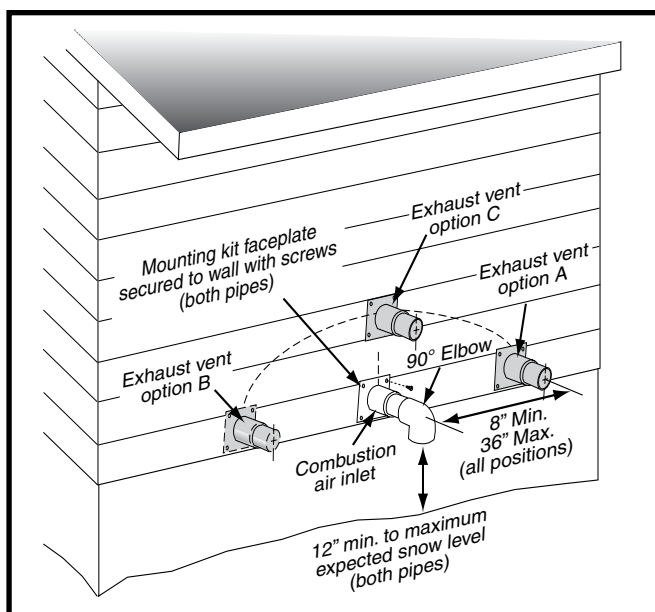
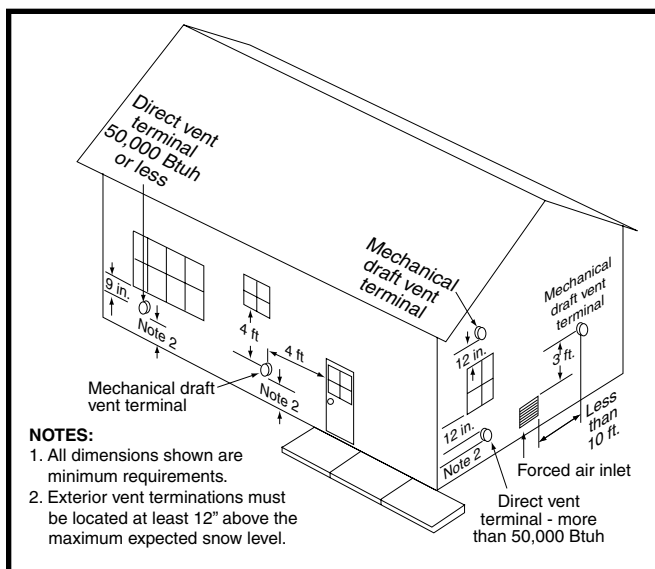
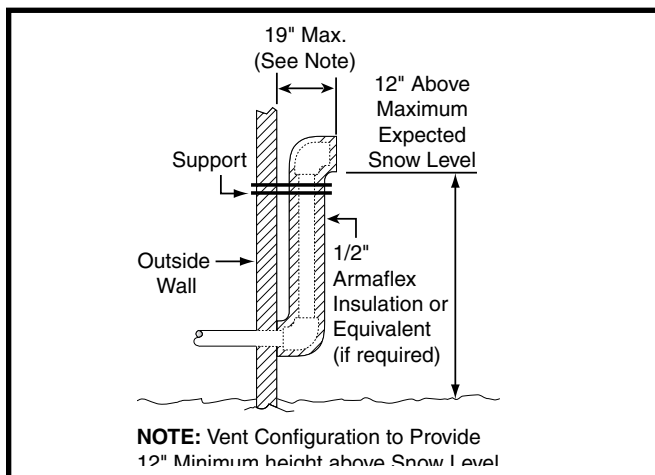
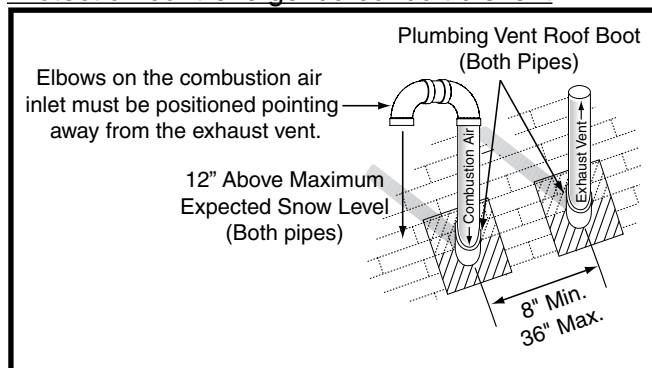

Figure 1. Dégagements du conduit d'admission et du conduit d'évacuation
Figure 2. Emplacements de l'évent
Figure 3. Autre installation d'un conduit d'évent horizontal
Figure 4. Terminaison d'évent vertical
- Si on utilise un système à 2 tuyaux, l'admission d'air de combustion et l'évacuation doivent être situées dans la même zone de pression atmosphérique. Cela signifie que les deux conduits doivent sortir du bâtiment par la même section de mur extérieur ou de toit, comme indiqué aux Figure 1, Figure 2, et Figure 4 (page 9) et Figure 29 (page 38).
- Les terminaisons d'évent et d'admission d'air de combustion doivent être installées comme indiqué aux Figure 1, Figure 2, Figure 3, et Figure 4, et conformément à ces directives :
- Tous les dégagements minimaux (Figure 2) doivent être
- Lorsque le conduit d'évent doit sortir par un mur extérieur à proximité du niveau du sol ou du niveau de neige prévu et qu'il n'est pas possible d'obtenir les dégagements indiqués à la Figure 1, il est possible d'utiliser un conduit montant, comme indiqué à la Figure 3. Il faut utiliser de l'isolant pour éviter le gel de cette section de conduit. Voyez le Tableau 3, (page 10) pour la protection contre le gel de l'évent.
Les exigences relatives à l'espacement des terminaisons entre le toit et entre chaque terminaison sont indiquées à la Figure 4. L'endroit où le conduit traverse le toit doit être doté d'un solin approprié et étanche; on peut utiliser un chaperon de toit ou un solin équivalent. La tuyauterie d'évent et la tuyauterie d'air de combustion peuvent être installées dans une cheminée existante non utilisée, à condition que :
- les dégagements de terminaison indiqués à la Figure 4 soient maintenus;